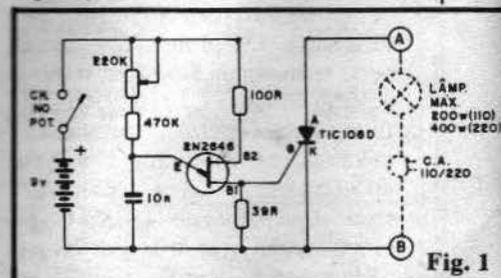
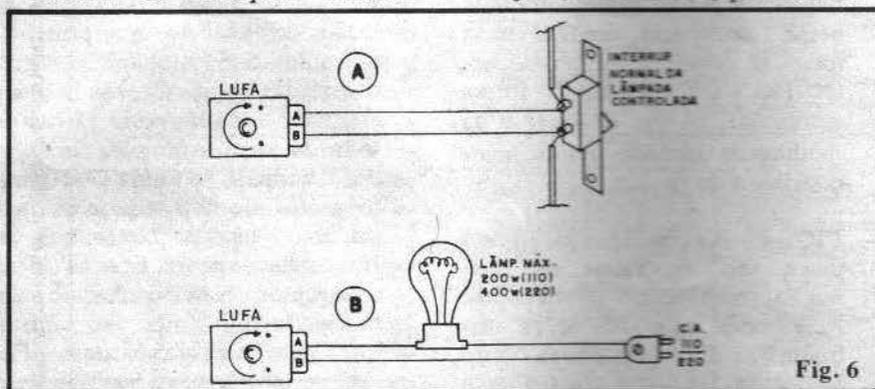

Fig. 1
Fig. 6
- FIG. 1 - O "esqueminha" da LUFA mostra toda a simplicidade do arranjo circuitual, que se vale de dois componentes de grande versatilidade: o transistor unijunção (TUI) 2N2646 e o SCR (Retificador Controlado de Silício) TIC106D. O TUI, com o auxílio dos resistores e capacitor, oscila numa frequência relativamente alta, cujo valor momentâneo pode ser ajustado através do potenciômetro de 220K, ao longo de faixa ampla. No terminal B1 (base 1) do 2N2646, essa oscilação proporciona a presença de uma série de pulsos positivos, rápidos e intensos, que são, por sua vez, usados no comando do terminal de gate (G) do SCR, determinando assim a "autorização" cíclica para que o transistor energize ou não a carga (lâmpada) ao longo da alternância normal da Corrente Alternada domiciliar... Uma parte do circuito funciona alimentada por baixa tensão (9VCC) fornecida
- FIG. 6 - Diagramas de instalação da LUFA. No primeiro exemplo (6-A) mostramos como o circuito pode ser usado para controlar uma lâmpada já instalada, através da simples conexão dos terminais da Saída (A-B) aos terminais do interruptor normal da dita lâmpada. Notar que os fios anteriormente ligados a tal interruptor NÃO precisam ser desligados. O único requisito é que, para o comando da LUFA
tornar-se efetivo, o interruptor deve ser mantido na sua posição "desligado". Além disso, a potência da lâmpada controlada deverá estar dentro dos limites previamente indicados (ver texto referente à FIG. 1). Se o Leitor preferir instalar a LUFA no controle de uma lâmpada "exclusiva", deverá fazê-lo conforme mostra a fig. 6-B. Observar ainda que, dentro dos limites de wattagem propostos, **mais de uma lâmpada** pode ser acionada, desde que sejam elas ligadas em paralelo e que a soma das suas potências seja inferior ou igual aos limites. Assim, em 110V, duas lâmpadas de 100W cada podem ser comandadas, ou, em 220V dez lâmpadas de 40W cada podem ser acopladas à LUFA (apenas exemplos, entre dezenas de outras possibilidades...). **NÃO ESQUECER** dos cuidados elementares com a segurança e a isolamento, na instalação da LUFA, já que estará lidando com tensões e potências relativamente elevadas, onde qualquer descuido poderá gerar "curtos" ou "choques" danosos